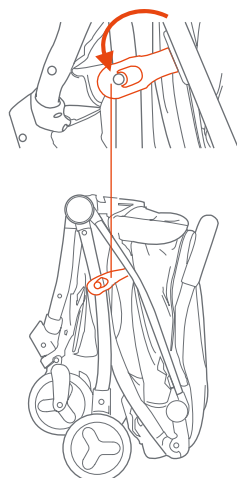

Fig. 12d
- Assim que o carrinho começar a dobrar-se, solte o guidador e empurre-o para a frente, até ter o carrinho dobrado (Fig. 12c). Bloqueie a presilha da alavanca para manter o carrinho fechado (Fig. 12d).